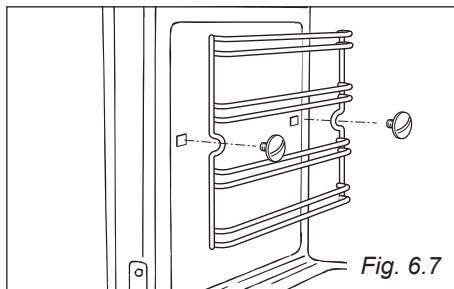

Fig. 6.7
- Montare i telai laterali fissandoli alle pareti del forno con le 2 viti (fig. 6.7).